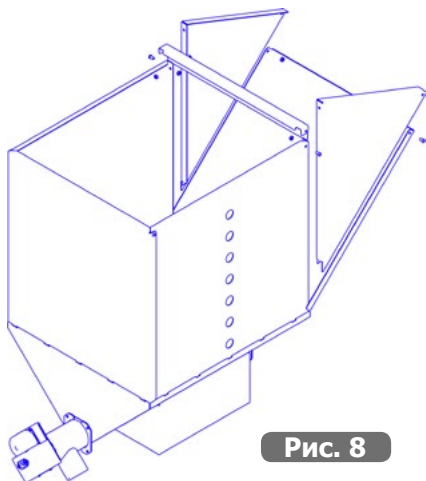

Рис. 8
2. На смонтированном бункере разберите болтовое соединение одной из боковых стенок, отклоните боковую стенку на 45° , установите треугольные вставки таким образом, чтобы они находились в одной плоскости с передней и задней стенкой (Рис.8).